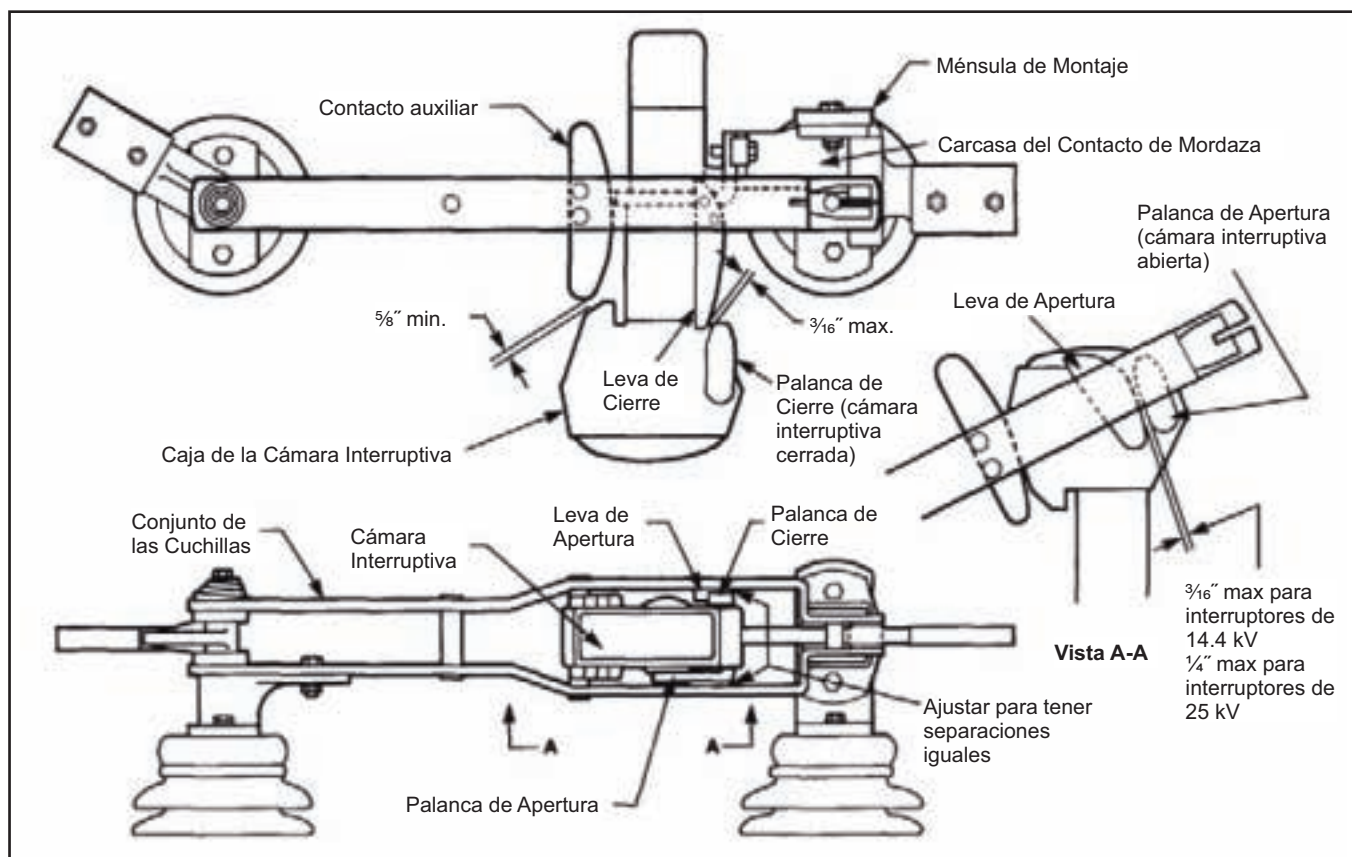

Figura 6. Puntos de inspección del funcionamiento.
- La cámara interruptiva debe quedar en un plano paralelo al recorrido de las cuchillas y las cuchillas deben pasar por encima de la cámara interruptiva con una separación aproximadamente igual a ambos lados como se muestra en la Figura 6.
- Conforme la cuchilla se mueva en la dirección de *cierre*, la separación entre la leva de apertura de la cuchilla y la palanca de apertura de la cámara interruptiva debe estar dentro del límite que se muestra en la Figura 6, Vista A-A.
- En la posición de cierre total, la separación entre la leva de cierre de la cuchilla y la palanca de cierre de la cámara interruptiva debe estar dentro del límite que se muestra en la Figura 6. Asimismo, la separación entre el contacto auxiliar de la cuchilla y la caja de la cámara interruptiva debe ser la que se muestra en la Figura 6.